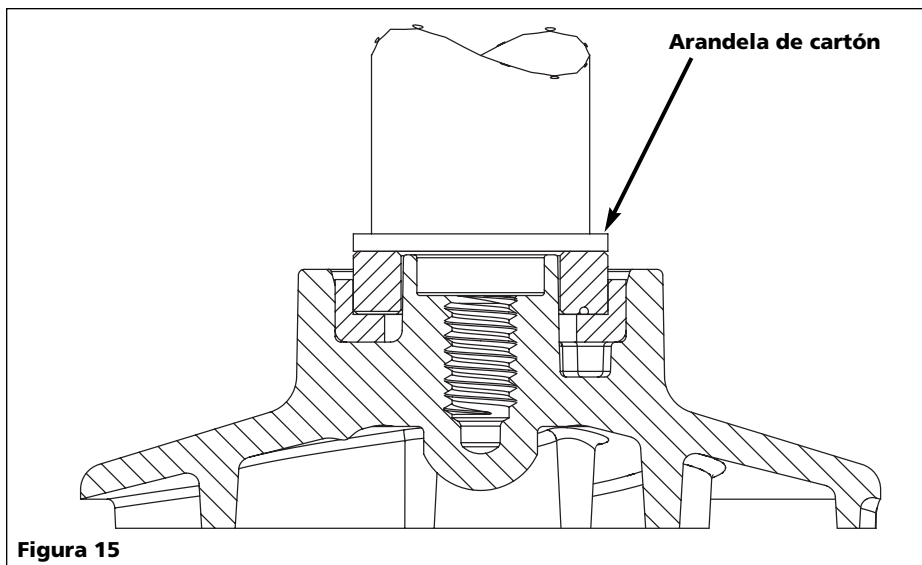

Figura 15
4. Coloque la cara del impulsor hacia abajo en una superficie sólida. Coloque el emplazamiento del sello y el anillo de goma del sello en la parte trasera del impulsor. Coloque la arandela de cartón entre un tubo o casquillo de 2 cm (3/4") y coloque el sello en su lugar haciendo presión. No utilice un martillo para instalar, ya que la cara de cerámica se daña fácilmente (Vea la Figura 15).